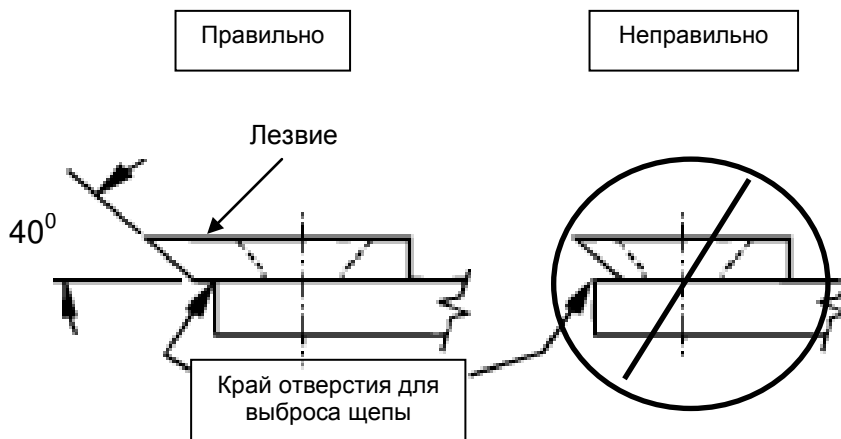

Рис. 9
3. Заточите режущую кромку лезвия под углом **40 градусов** (см. *рис. 9* ниже). Все зазубрины на режущей кромке удалять необязательно. **ОСТОРОЖНО:** Не подергайте лезвие перегреву во время заточки. Это может привести к снижению твердости его закаленной поверхности и снизить срок службы лезвия. Признаком перегрева является изменение цвета затачиваемой кромки лезвия.
4. Одно лезвие измельчителя можно затачивать несколько раз. Но если лезвие больше не выступает за отверстие для выброса щепы в задней крышке крыльчатки или появляется сильная вибрация, его необходимо менять (см. *рис. 9*).